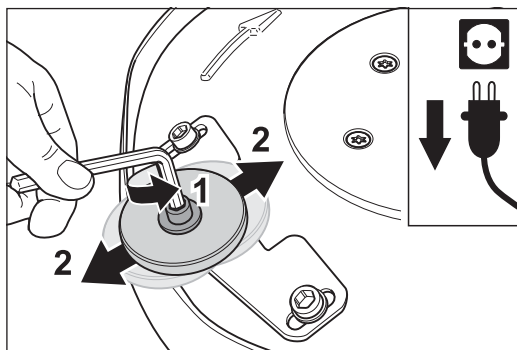
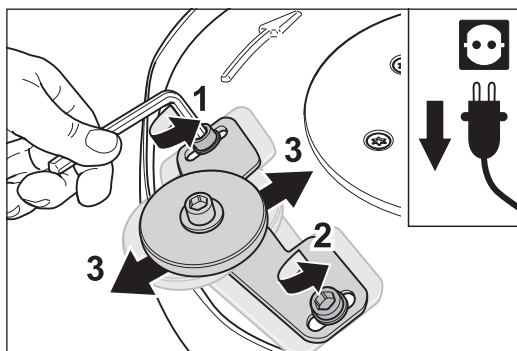

Abb. 32 Die Schraube in der Mitte der Wandschutzrolle lösen (1) und die Wandschutzrolle verschieben (2).
Abb. 33 Die beiden Schrauben am Wandschutzrollenhalter lösen (1 + 2) und den Wandschutzrollenhalter verschieben (3).
- 2 Lösen Sie mit einem Innensechskantschlüssel die Schraube in der Mitte der Wandschutzrolle (Abb. 32, 1) und verschieben Sie die Wandschutzrolle in die gewünschte Position (Abb. 32, 2). Ziehen Sie die Schraube wieder fest. Den Einstellbereich der Wandschutzrolle können Sie noch vergrößern, indem Sie die beiden Schrauben lösen, mit denen der Wandschutzrollenhalter am Vorsatz befestigt ist (Abb. 33, 1 + 2).
- 3 Schieben Sie den Wandschutzrollenhalter in die von Ihnen gewünschte Position (Abb. 33, 3) und ziehen Sie die Schrauben wieder an.